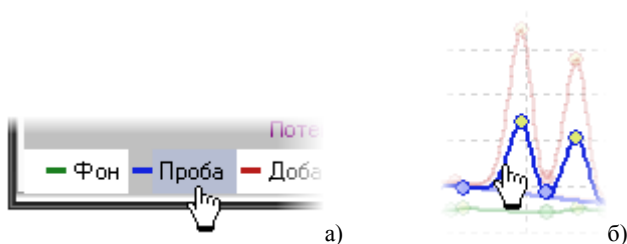

Рис. 3.9. Способы выделения кривой в канале
- Кнопки выделения кривой, для ручной разметки границ её пика (Рис. 3.9а). Подробно о разметке кривой читайте в разделе 5.2.2 «Разметка вольтамперограмм». Выделить кривую можно также щёлкнув по ней кнопкой мыши (Рис. 3.9б).